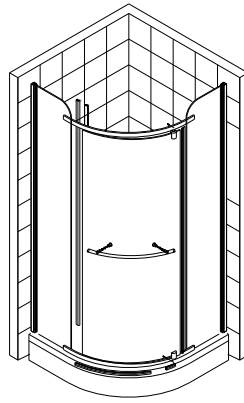

Fig. 7
- 9) Fixati chederul cu magnet pe partea fixa si pe usa. (Fig.7)
- 11) Montati bara de fixare in piesele de rotire. (superioara si inferioara) (Fig.7)
- 12) Montati chederele (lateral si inferior) (Fig.7)
- 13) Montati manerele. (Fig.7)